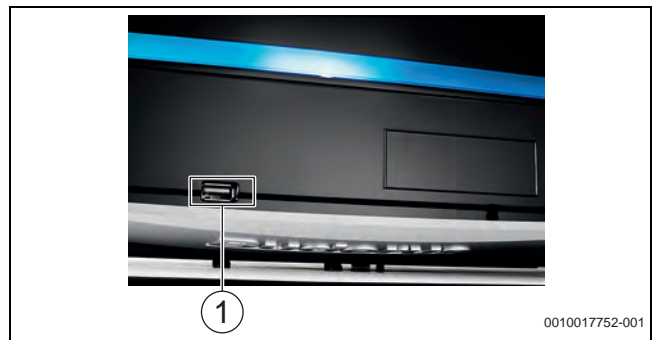

Bild 104 USB-Schnittstelle: Logamatic 5000
- Mit einem handelsüblichen USB-Stick, der direkt am Regelgerät in die USB-Schnittstelle eingesteckt wird, (→ Bild 104), lassen sich wichtige Servicefunktionen realisieren.